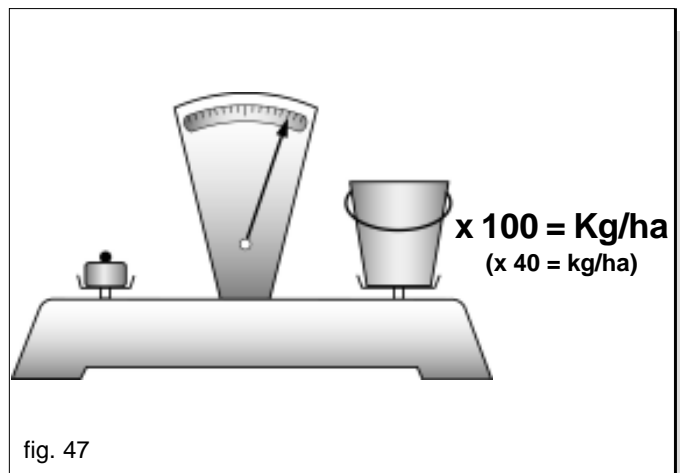

fig. 47
- 7) Pesare la quantità di seme raccolto nelle vaschette e moltiplicarlo per 100 o per 40 in base alle rotazioni compiute, il valore ottenuto sarà la quantità in chilogrammi distribuita per ettaro (Fig. 47).